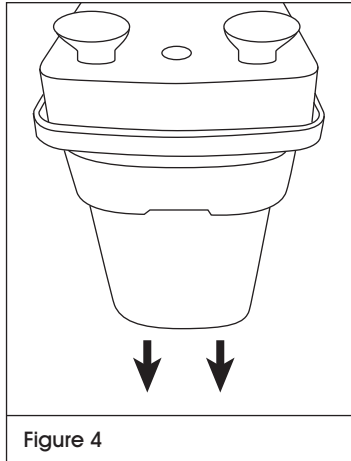

Figure 4
**NOTE:** Sometimes the staple driver gets stuck lower in the opening where tools will not reach. If the above steps do not work, gently tap the stapler upside down 4-5 times on a hard surface. You will hear a loud sound as the driver moves back into the proper position. (See Figure 4)
Il peut arriver que l'élément de poussé de l'agrafe soit coincé plus bas dans l'ouverture, où l'accès des outils serait impossible. Si les étapes ci-dessus ne fonctionnent pas, tapotez doucement l'agrafeuse à l'envers 4 à 5 fois sur une surface dure. L'agrafeuse émettra un signal sonore élevé pendant le réajustement en position de l'élément de poussée. (Voir Figure 4)